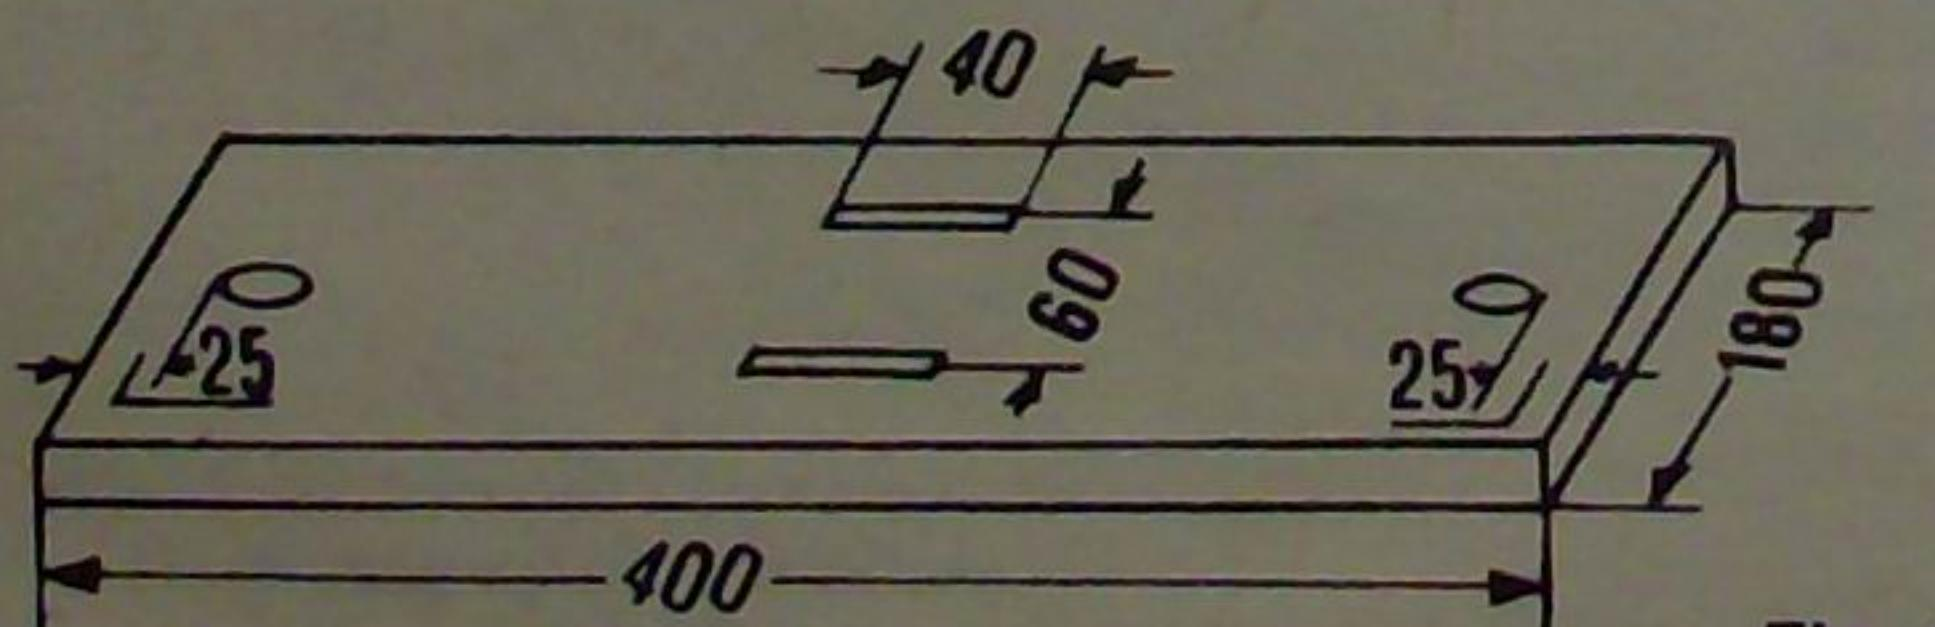

Fig. 2
Postamentul (fig. 2) se tăie dintr-o scindură uscată de brad, grosă de 20–25 mm. În el se fac patru scobituri: două dreptunghiulare, pentru suportii discului (3) și două circulare, pentru suportii pieptenului și blâniței (6). Suportii discului se confectionează din placaj de 5 mm grosime, conform figurii 3.